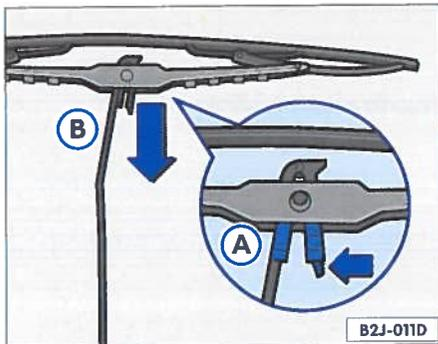

Abb. 96 Scheibenwischerblätter vorn
- Drücken Sie die Sicherungsfeder ⇒ Abb. 96 in Pfeilrichtung (A).
- Ziehen Sie das Wischerblatt in Pfeilrichtung aus dem Wischerarm heraus (B).